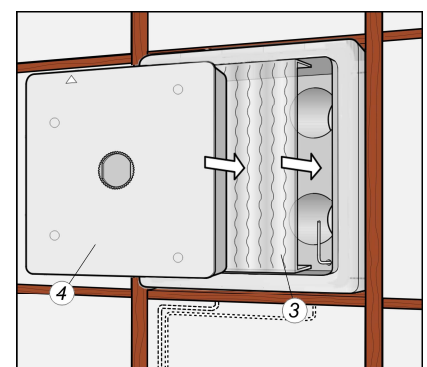

Abb. 4
Beigefügte Kartoneinlage (3) einlegen, dann Putzschutzdeckel (4) in den Mauerkasten bis zum Deckelanschlag einschieben. (Abb. 4)